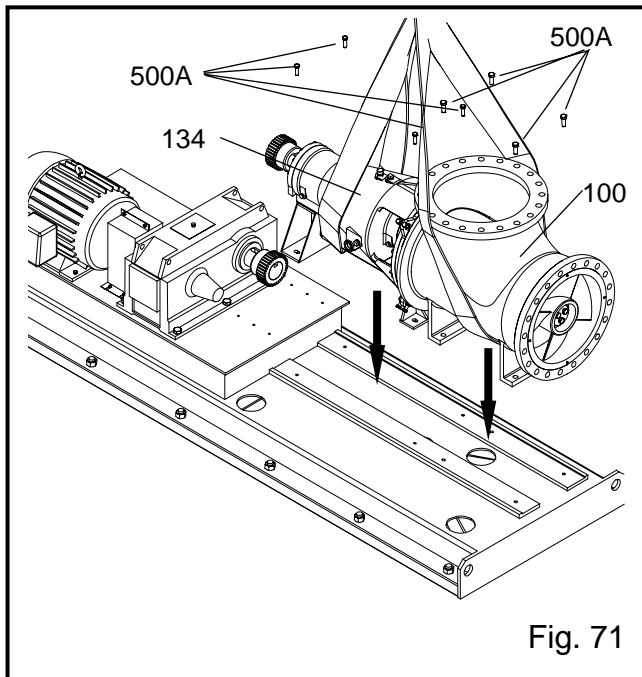

Fig. 71
volta do suporte de rolamentos (134) e curva da bomba (100), ver Fig. 71.